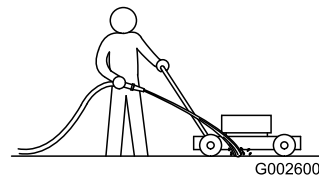

Figura 22
3. Con el motor en marcha y la cuchilla engranada, dirija un chorro de agua por delante de la rueda trasera **derecha** (Figura 22).